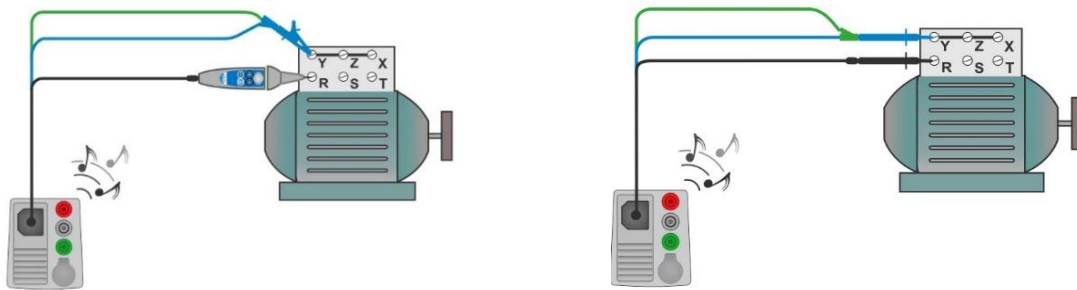

Fig. 4.28: Tip commander och 3-ledar testledning
- › Anslut testledningarna till objektet som skall testas, se **Fig. 4.28**